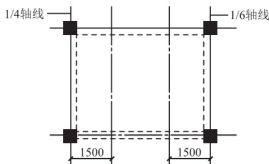
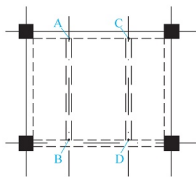

图 5.51 偏移生成梁的轴线
图 5.52 绘制板底梁
(1) 在命令行输入“O”并按 Enter 键, 执行【偏移】命令。
① 在指定偏移距离或【通过 (T)/ 删除 (E)/ 图层 (L)]<通过>: 提示下, 输入 1/4 轴线和板底梁之间的距离“1500”后按 Enter 键。
② 在选择要偏移的对象, 或【退出 (E)/ 放弃 (U)]<退出>: 提示下, 选择 1/4 轴线, 此时 1/4 轴线变虚。
③ 在指定要偏移的那一侧上的点, 或【退出 (E)/ 多个 (M)/ 放弃 (U)]<退出>: 提示下, 单击 1/4 轴线右侧任意位置, 则生成左侧板底梁的轴线。
④ 在选择要偏移的对象, 或【退出 (E)/ 放弃 (U)]<退出>: 提示下, 选择 1/6 轴线, 此时 1/6 轴线变虚。
⑤ 在指定要偏移的那一侧上的点, 或【退出 (E)/ 多个 (M)/ 放弃 (U)]<退出>: 提示下, 单击 1/6 轴线左侧任意位置, 则生成右侧板底梁的轴线, 结果如图 5.51 所示。
(2) 用【对象特性管理器】将图 5.51 中的轴线的【线型比例】修改成“0.5”。
(3) 将【虚线】图层设置为当前图层。
(4) 在命令行输入“ML”并按 Enter 键, 启动【多线】命令。
① 在当前设置: 对正 = 无, 比例 = 240.00, 样式 = STANDARD, 指定起点或【对正 (J)/ 比例 (S)/ 样式 (ST)]: 提示下, 输入“S”后按 Enter 键。
② 在输入多线比例 <240.00>: 提示下, 输入“200” (板底梁的宽度为 200mm) 后按 Enter 键。
③ 在指定起点或【对正 (J)/ 比例 (S)/ 样式 (ST)]: 提示下, 捕捉 A 点作为多线的起点。
④ 在指定下一点或【闭合 (C)/ 放弃 (U)]: 提示下, 捕捉 B 点作为多线的终点, 然后按 Enter 键结束命令。
(5) 按 Enter 键重复【多线】命令, 绘制 CD 多段线后按 Enter 键结束命令, 结果如图 5.52 所示。
(6) 用【对象特性管理器】将图 5.52 中的两根板底梁的【线型比例】修改成“0.5”。